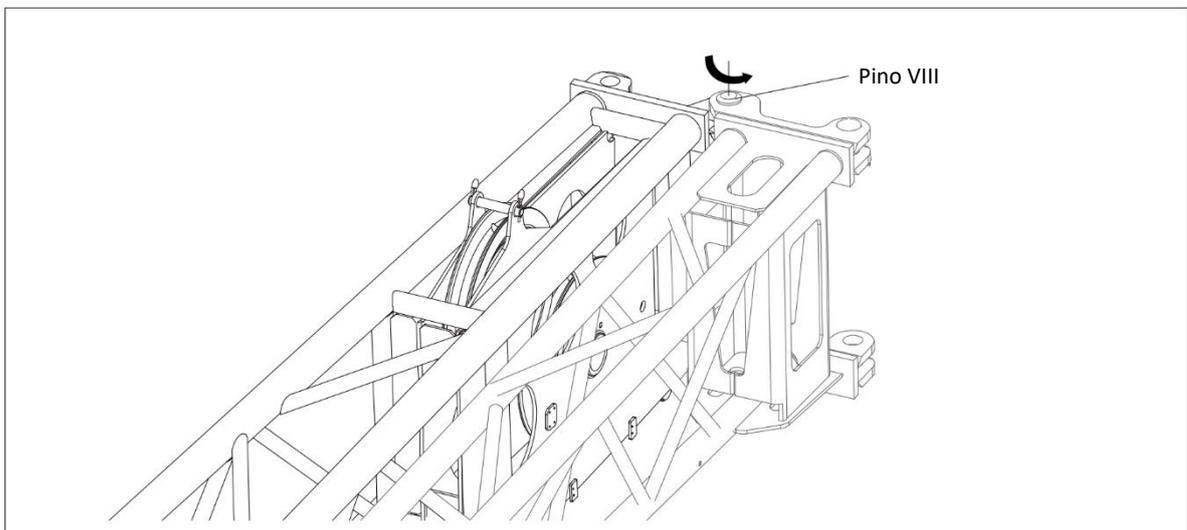

Figura 5-12 Rotação da seção 2 do braço
- o) A seção do braço w gira do pino VII até a seção de braço 1 logo à frente. Consulte a figura 5-12.